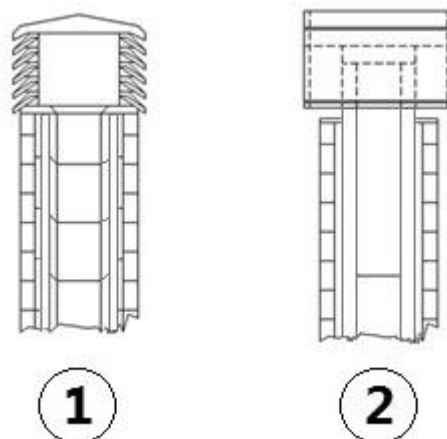

Fig. 5 - Nasady kominowe wiatroodporne
- Zaleca się przygotowanie wiatroodpornej nasady kominowej, patrz **Fig. 5**.
- Zewnętrzny kanał dymowy wykonany wyłącznie z izolowanych przewodów rurowych inox z podwójną ścianką minimalnie Ø100/120 mm: całość dobrze przymocowana do ściany. Z nasadą kominową wiatroodporną (patrz **Fig. 5**).